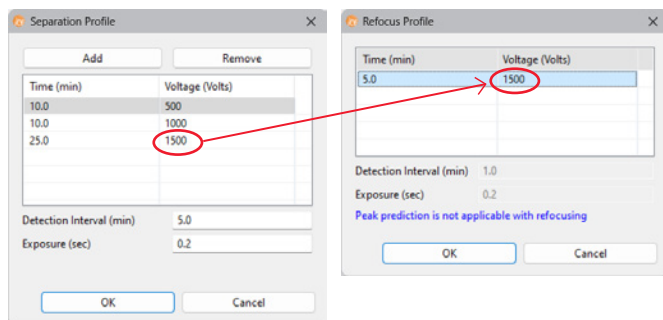

図 15. Separation Profileの最後のFocus Periodに基づいてRefocus Profileの値を入力します。
6. Refocus ProfileウィンドウのSeparationステップで、最後のフォーカシング時間で入力したのと同じ電圧を入力します(図 15)。Refocus時間を5分に設定します。**注:** バッチでrefocusingしている場合、Peak predictionはCompass for iCE に表示されません。